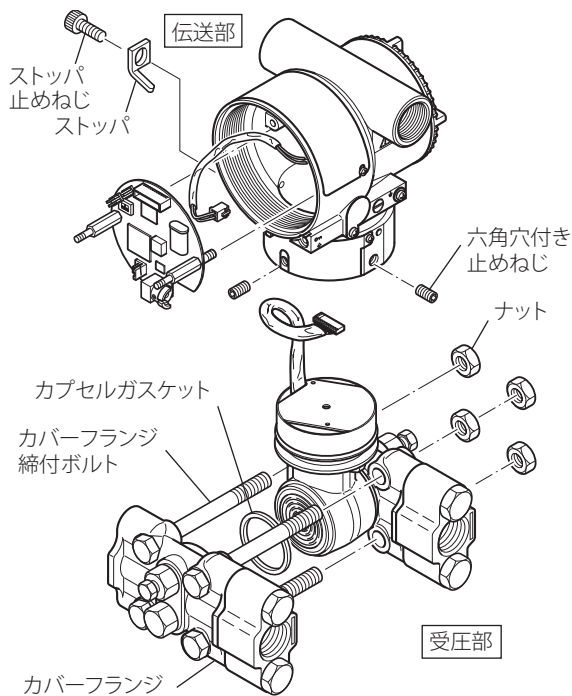

図9.4 受圧部の取付けおよび取りはずし
- ① 9.4.2 項に従って CPU アセンブリを取りはずします。
- ② 伝送部と受圧部を接続している 2 本の六角穴付き止めねじ、ストッパの止めねじとストッパをはずします。（図 9.4 参照）
- ③ 伝送部と受圧部を分離します。
- ④ 4 個のフランジボルト用ナットをはずします。
- ⑤ カプセルアセンブリを手で保持しながら高压側のカバーフランジを取りはずします。
- ⑥ カプセルアセンブリを取りはずします。
- ⑦ カプセルアセンブリの清掃または交換を行います。
- ① カプセルアセンブリに表示されている H（高圧側）、L（低圧側）の位置関係に注意し、カプセルアセンブリをフランジ締付ボルト間に組み込みます。